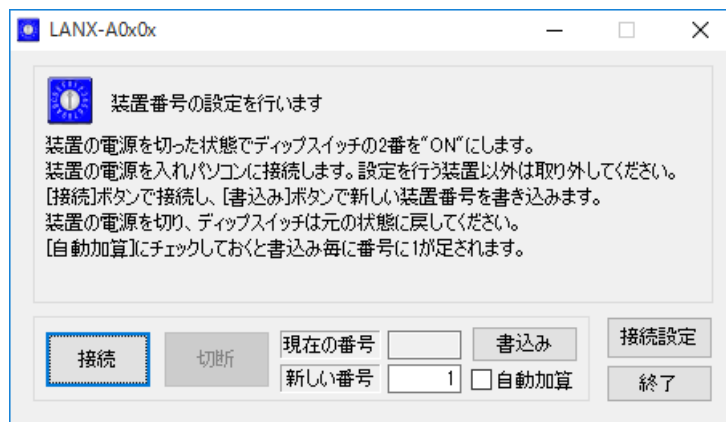

図 18 番号設定ツールの画面
2. 設定ツールのメニュー画面(図 14)から[装置番号設定ツール]ボタンを押します。図 18 のような画面が表示されます。